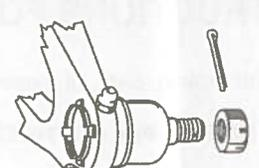

FIG. 1
7. A l'aide d'un poinçon (ou un mandrin) et d'un marteau, déverrouiller la rotule inférieur du bras de suspension inférieur en repliant vers le haut les rebords retenus. S'assurer que toutes les parties retenues sont bien repliées pour qu'on puisse sortir la rotule. Voir figure 1.